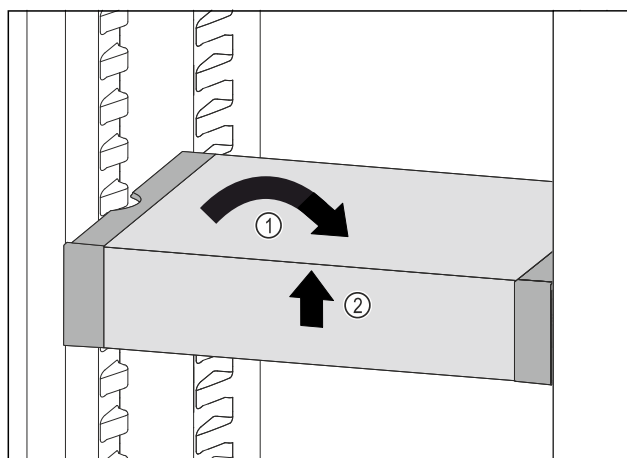

Fig. 143
- VarioSafe postavte rovně. Fig. 143 (1)
- VarioSafe vpředu zvedněte. Fig. 143 (2)